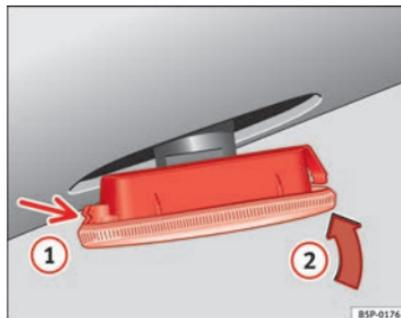

Fig. 163 Luzes indicadoras de mudança de direcção laterais
- Coloque o indicador de mudança de direcção em primeiro lugar no orifício da carroçaria, encaixando as patilhas (1) ⇒ Fig. 163, e em seguida, encaixe a lâmpada da forma indicada pela seta (2) ⇒ Fig. 163.